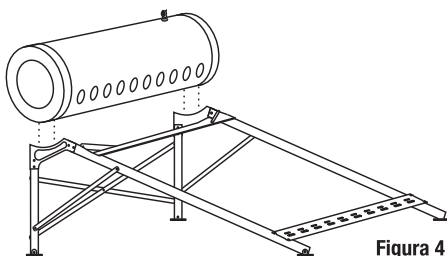

Figura 4
- 4) El tanque tiene cuatro tornillos que coinciden con los agujeros de la base. Quite las tuercas de estos tornillos antes de colocar el tanque. Coloque el tanque preferentemente entre dos personas y siéntelo en la estructura sin atornillarlo **Figura 4**.